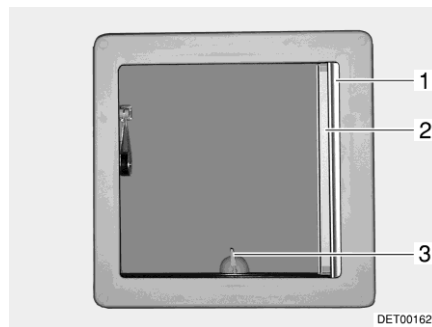
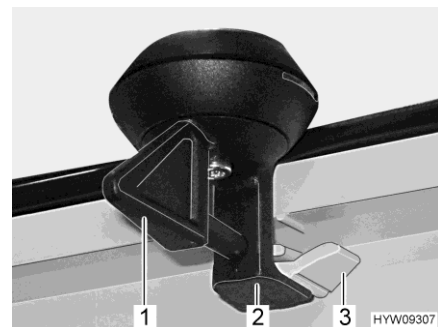

Bild 69 Kipp-Dachhaube
Bild 70 Verriegelung (Kipp-Dachhaube)
- Den Hebel (Bild 69,3 bzw. Bild 70,1) eine viertel Umdrehung drehen.
- Den Hebel eine viertel Umdrehung drehen. Die Verriegelung (Bild 70,2) muss in die untere Raste (Bild 70,3) gleiten.
- Faltverdunklung (Bild 69,1) ausziehen und an gewünschter Position loslassen. Die Faltverdunklung bleibt in dieser Position stehen.
- Insektenschutzrollo (Bild 69,2) ausziehen, bis es an der Verriegelung an der gegenüberliegenden Seite einrastet.